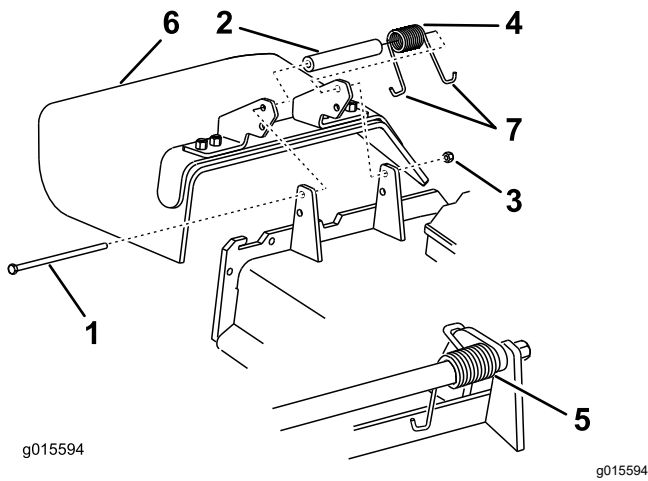

Figura 102
1. Retire la contratuerca, el perno, el muelle y el espaciador que sujetan el deflector a los soportes de pivote (Figura 102).
2. Retire el deflector de hierba dañado o desgastado (Figura 102).
Nota: Asegúrese de colocar un extremo con gancho en **J** del muelle detrás del reborde de la carcasa antes de instalar el perno, según se muestra en Figura 102.
6. Coloque 1 extremo en **J** del muelle alrededor del deflector de hierba (Figura 102).